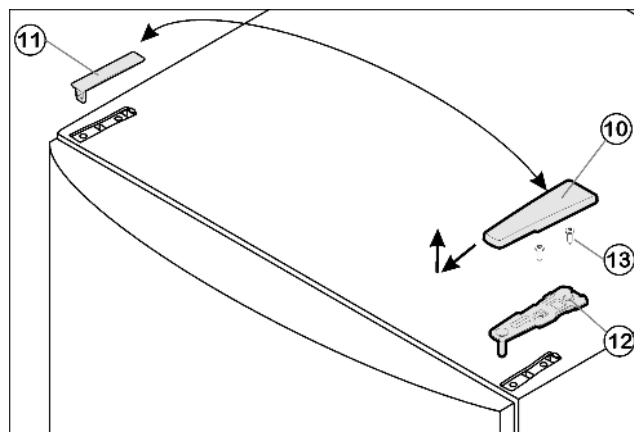

Fig. 4
- Kryt Fig. 4 (10) stáhněte dopředu a nahoru.
- Kryt Fig. 4 (11) zvedněte.
- Horní stojan ložiska Fig. 4 (12) odšroubujte (2 krát Torx® 25) Fig. 4 (13) a stáhněte nahoru.
- Horní stojan ložiska Fig. 4 (12) vložte na nové straně závěsu do dvířek.
- Horní stojan ložiska Fig. 4 (12) přišroubujte (s 4 Nm) (2krát Torx® 25) Fig. 4 (13). Díry pro šrouby případně předem propíchněte nebo použijte akumulátorový šroubovák.
- Kryt Fig. 4 (10) a kryt Fig. 4 (11) zatlačte vždy na opačné straně.